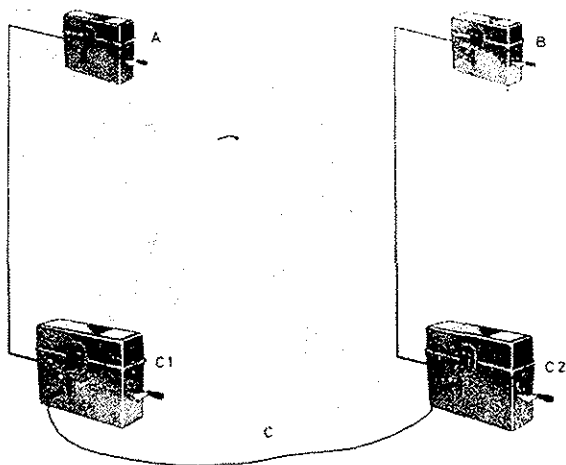

Fig 21.
54. Foruten å kunne brukes som vanlig telefonapparat, kan FF 33 også benyttes som veksler ved bruk av forbindelsesnor (Fig 21).
I fig 21 ønsker A forbindelse med B. A ringer C1 og forlanger forbindelse med B. Betjeningen ved apparat C1 som har mottatt A's anrop, stikker den ene pluggen av for-